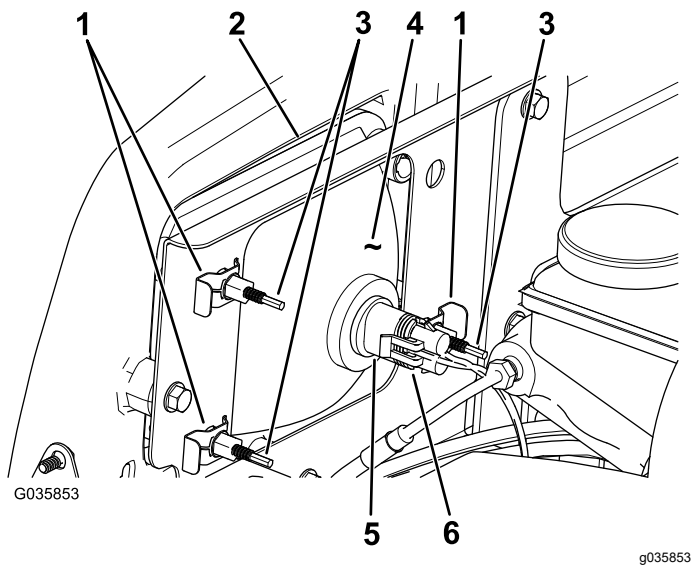

Bild 45
3. Schließen Sie den elektrischen Anschluss für den Kabelbaum vom Lampenanschluss ab (Bild 45).
4. Entfernen Sie die Schellen, mit denen der Scheinwerfer an der Scheinwerferhalterung befestigt ist (Bild 45).
5. Schieben Sie den Scheinwerfer nach vorne durch die Öffnung in der vorderen Stoßstange und entfernen Sie ihn (Bild 45).
6. Setzen Sie den neuen Scheinwerfer durch die Öffnung in der Stoßstange ein (Bild 45).
8. Schließen Sie den elektrischen Anschluss für den Kabelbaum am Lampenanschluss an (Bild 45).
2. Drehen Sie die Einstellschrauben an der Rückseite des Scheinwerfers (Bild 45), um den Scheinwerfer zu drehen und den Scheinwerferstrahl einzustellen.